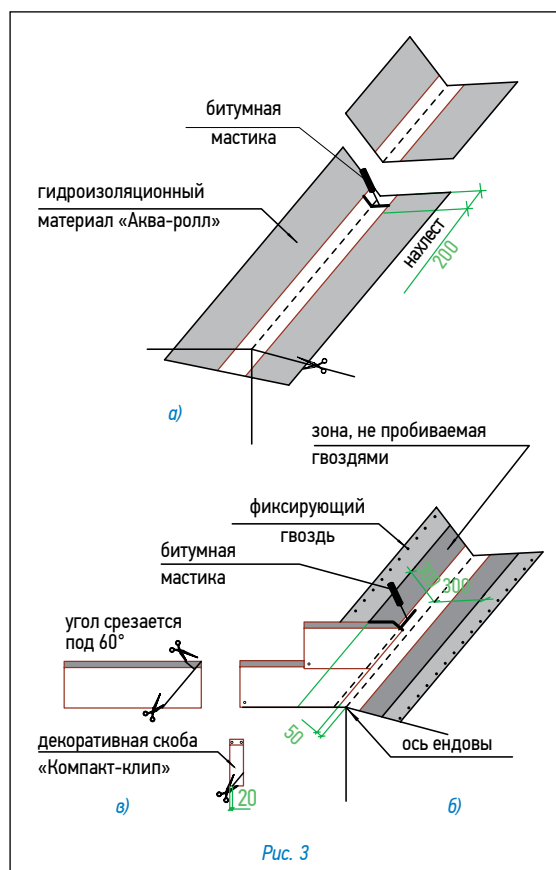

Рис. 3
#### Ендова (рис. 3)
- ровно по центру ендовы расстилается специальный рулонный материал «Аква-ролл», фиксируется в верхней части двумя гвоздями и обрезается в нижней части по линии карниза (рис. 3а);
2. «Аква-ролл» укладывается с нахлестом 20 см, место нахлеста тщательно обрабатывается битумной мастикой (рис. 3а).
- непосредственно перед укладкой в ендову черепицы, защитная пленка с лицевой стороны «Аква-ролл» снимается и на самоклеящуюся поверхность укладываются листы черепицы, обрезанные в соответствии с заранее отбитыми линиями (рис. 3б);
**Внимание:** 1. Необходимо также подрезать верхний уголок обрезанного края листа (см. рис. 3а) для правильного стока воды.
2. Крепление обрезанного листа к медной части «Аква-ролл» осуществляется при помощи сплошной полосы битумной мастики (рис. 3б).
4. В случае, если скоба «Компакт-клип» приходится на место обреза листа, можно либо обрезать накладку, оставив минимум 2 см в нижней части (рис. 3в), либо произвести укладку листов без использования накладки.